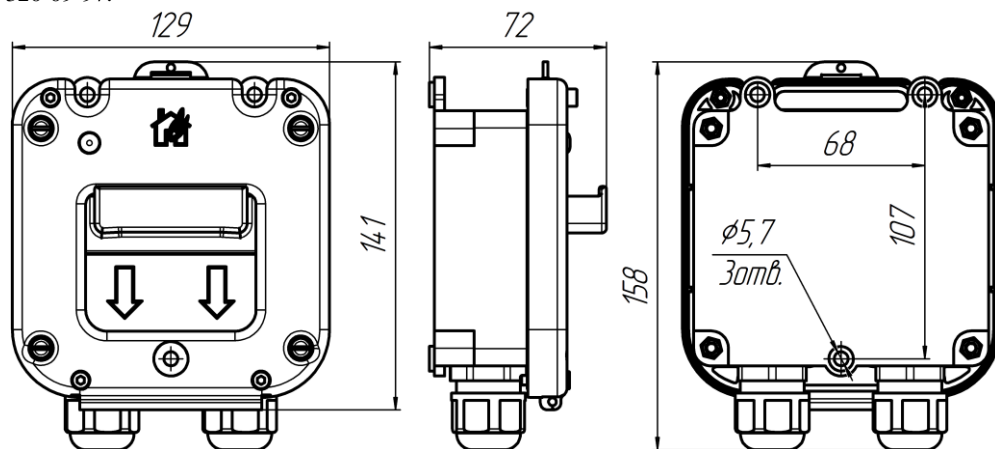

Рис.3. Габаритные размеры извещателя
2.4. Конструктивно извещатель состоит из пластикового корпуса, все части которого выполнены из антистатического пластика с поверхностным сопротивлением не более 10^9 Ом/см² при температуре (23±2)°С и относительной влажности (50±5)% в соответствии с ГОСТ 31610.0-2014 (IEC 60079-0:2011), основание которого с электронным блоком крепятся на стене помещения. Затем лицевая панель с приводным элементом шурупами крепится к основанию. Корпус извещателя в соответствии с требованиями заказчика может быть оборудован герметичными пластиковыми кабельными вводами для подведения проводников диаметром от 6 до 14мм или от 11 до 18мм, герметичными вводами МКВ (см. таблицу) из нержавеющей стали марки 12Х18Н10Т, предназначенными для различных вариантов прокладки кабеля количеством 2 шт. Элементы конструкции извещателя показаны на рис.1. Габаритные размеры извещателя показаны на рис.3.